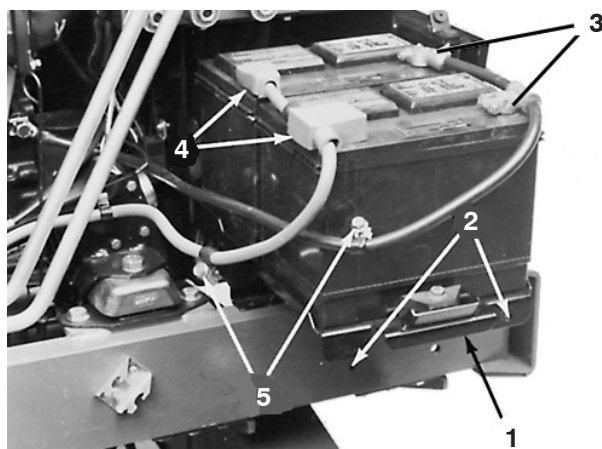

Figure 2
2. Retirez les vis de fixation du support de batteries et sortez le support (Fig. 2).
4. Débranchez les câbles négatifs (–) des batteries (Fig. 2). Connectez un chargeur de 3 à 4 A aux bornes des batteries. Chargez les batteries au régime de 3 à 4 ampères durant 4 à 8 heures.